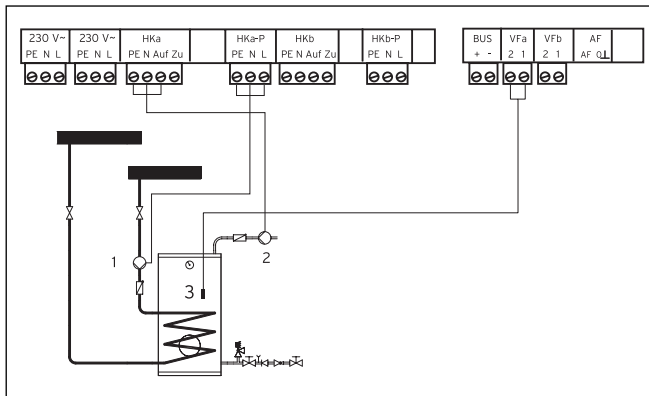

Fig. 4.29 Collegamento di un circuito di miscelazione come circuito di carica del bollitore
► Eseguire l'allacciamento come descritto nella fig. 4.29.